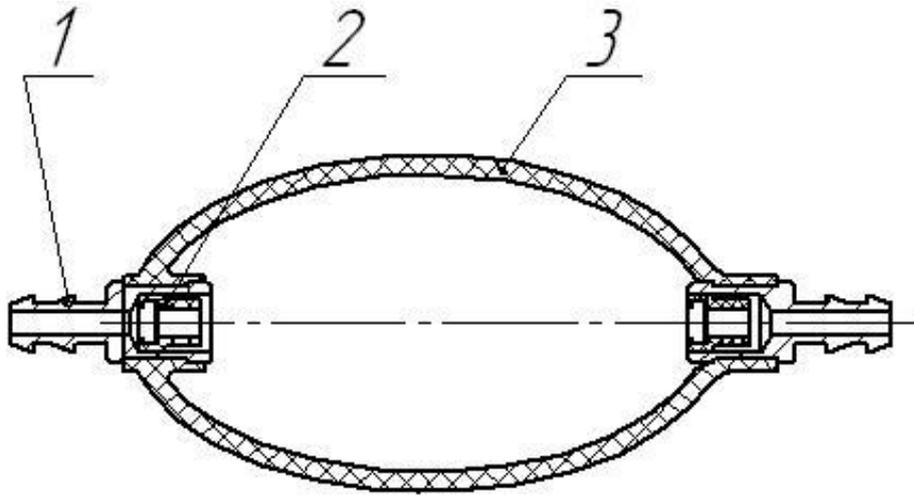

Рис.2 Внешний вид груши: 1- штуцер, 2- клапан, 3- груша.
2.1.1 Внешний вид груши приведён на рис.2